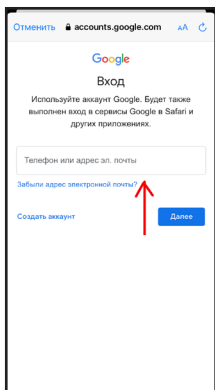

Рис. 9
- Войдите в аккаунт «Google Home», затем нажмите на «+», чтобы перейти в интерфейс «Настроить устройство» (рис. 9, 10, 11, 12).